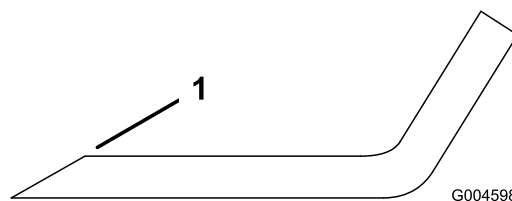

Figura 34
1. Utilice una lima para afilar el filo de corte en ambos extremos de la cuchilla (Figura 34). Mantenga el ángulo original. La cuchilla permanece equilibrada si se retira la misma cantidad de material de ambos filos de corte.